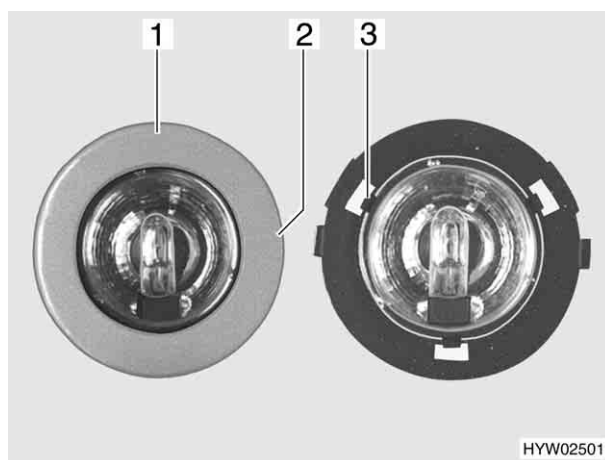

Fig. 123 Lampada alogena
- Girare lentamente il diaframma (Fig. 123,1) finché il nasello (Fig. 123,2) dell'involucro non si arresta a scatto nella scanalatura sottostante del diaframma.
- Tre graffe (Fig. 123,3) tengono ferma la lastra di vetro della lampada alogena nell'involucro. Spingere di lato una delle tre graffe.